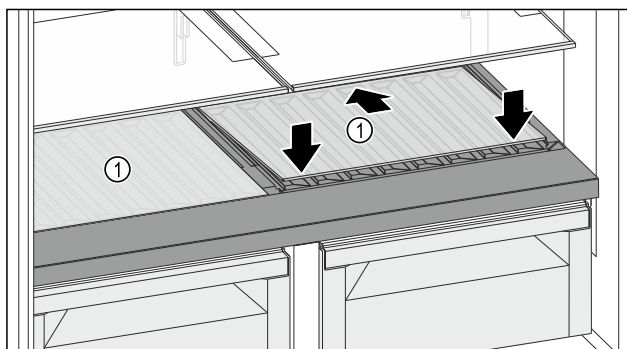

Fig. 119
- Поставете стъклената плоча Fig. 119 (1) косо и наклонена назад надолу.
- Спуснете стъклената плоча Fig. 119 (1) отпред.